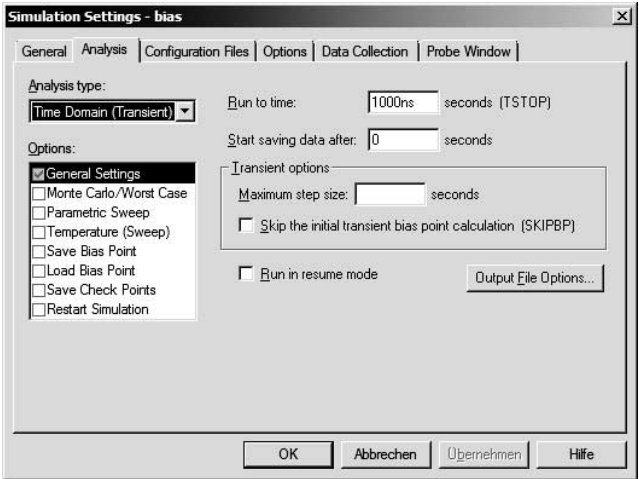

Bild 2.4: Fenster SIMULATION SETTINGS. Anfangszustand
- daraufhin automatisch¹⁾ das Fenster SIMULATION SETTINGS (Bild 2.4)
1) Manchmal wird das Fenster SIMULATION SETTINGS nach seinem Aufruf nicht geöffnet, sondern nur als Schaltfläche mit dem Namen SIMULATION SETTINGS in die WINDOWS-Fußleiste (Task-Leiste) befördert. Erst nach Anklicken dieser Schaltfläche wird dann das Fenster SIMULATION SETTINGS (Bild 2.4) sichtbar.